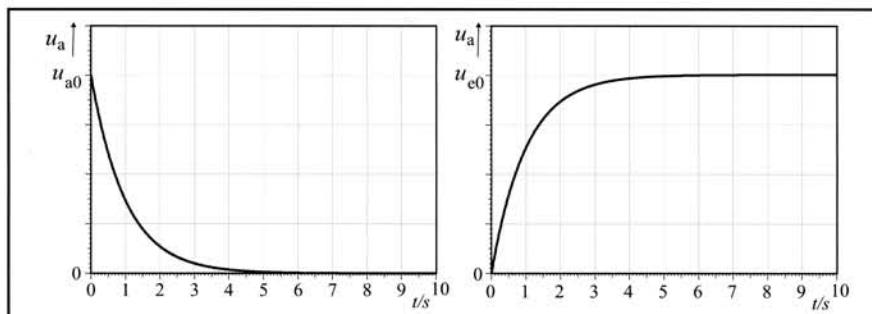

Abbildung 1.10: Entladekurve (links) und Ladekurve (rechts) eines Kondensators (hier für  $R \cdot C = 1$  s).
d. h. die Kondensatorspannung fällt beginnend beim Anfangswert  $u_{a0}$  e-förmig gegen 0 ab (Entladekurve eines Kondensators, Abbildung 1.10 links).
d. h. die Kondensatorspannung steigt von 0 e-förmig auf den Eingangswert  $u_{e0}$  an (Ladekurve eines Kondensators, Abbildung 1.10 rechts).